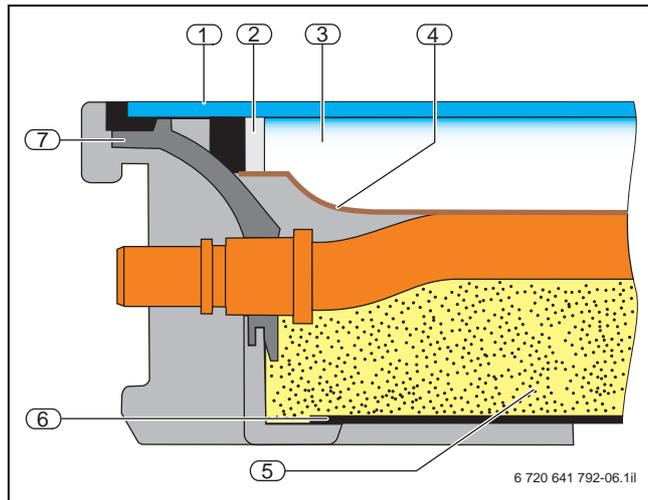

Fig. 8 Rappresentazione in sezione di Logasol SKS4.0 con riempimento di gas nobile
Il riempimento con gas nobile (→ fig. 8, pos. 3) tra assorbitore e la lastra di vetro riduce le perdite di calore. La camera chiusa è riempita con un gas nobile pesante che inibisce la convezione, come nei vetri per la protezione termica. Grazie alla struttura a tenuta ermetica, il rivestimento dell'assorbitore è inoltre protetto dagli influssi ambientali come aria umida, polvere o sostanze inquinanti. La durata perciò si allunga e le prestazioni restano costantemente alte.